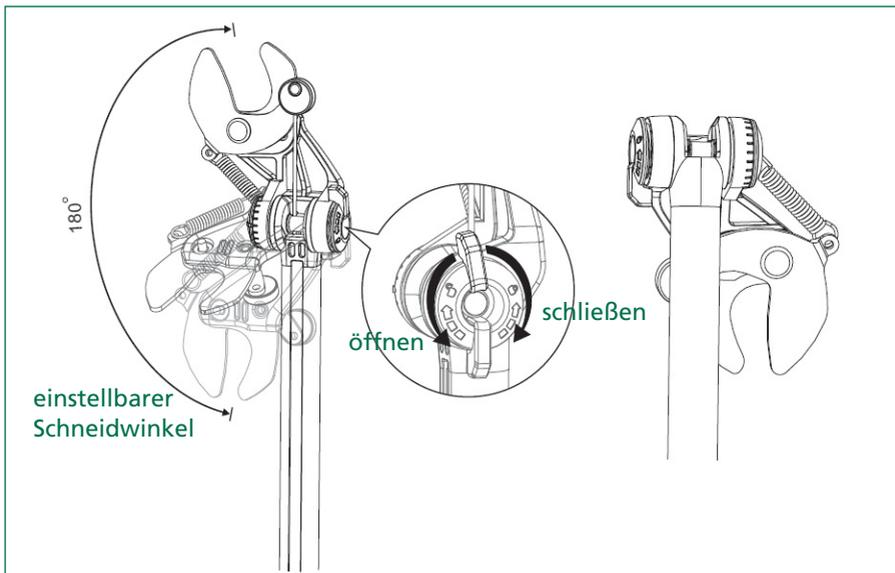

Abbildung 1: Schneidkopf drehen
1. Lösen Sie die Flügelmutter am Schneidkopf (siehe Abbildung 1).
Drehen Sie den Schneidkopf entsprechend der Abbildung 1 nach unten. Verriegeln Sie ihn in dieser Position. Schließen und verriegeln Sie die Schneiden durch Ziehen und Verriegeln der Zuggriffschale (siehe Abbildung 3).